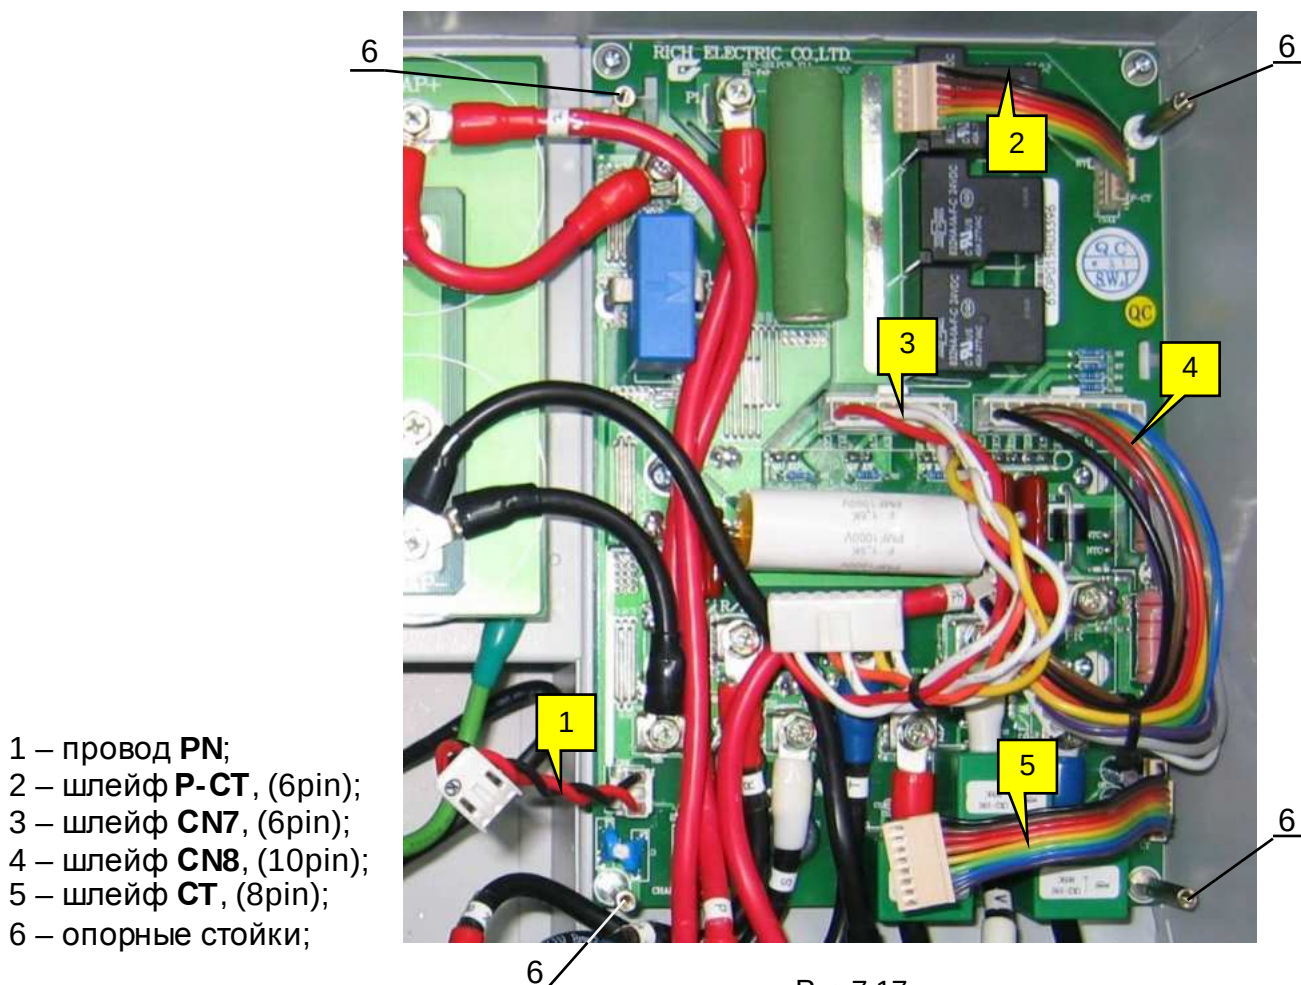
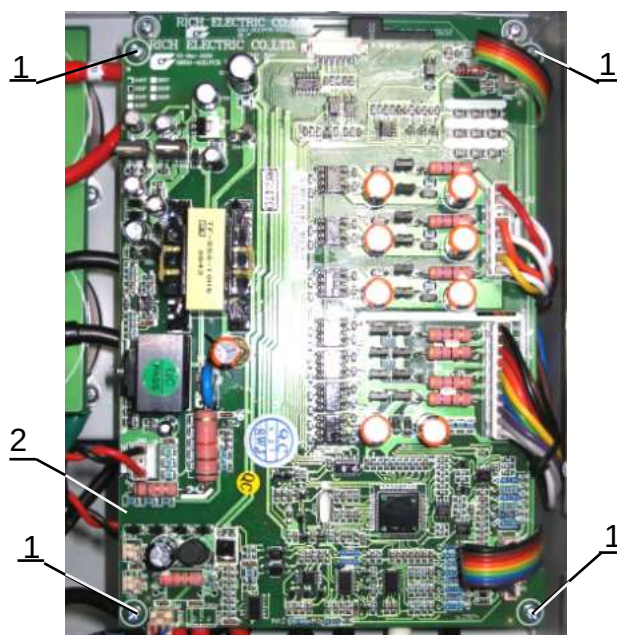

Рис.7.17
Рис.7.18
7.4.19. Присоединить к плате модуля IGBT провода и шлейфы управления (рис.7.17).
7.5.1. Установить **плату драйверов** (2) на опорные стойки (6 рис.7.17). Следить при этом, чтобы свободные концы проводов и шлейфов управления находились поверх платы драйверов (рис.7.18). Закрепить плату драйверов винтами (1) (рис. 7.18).